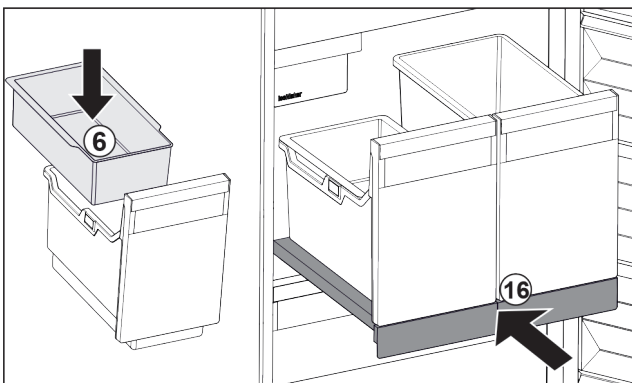

Fig. 130
- ▶ Introduzca el recipiente Fig. 130 (6) para cubitos de hielo.
- ▶ Introduzca la balda extraíble con el contenedor (IceTower). Fig. 130 (16)